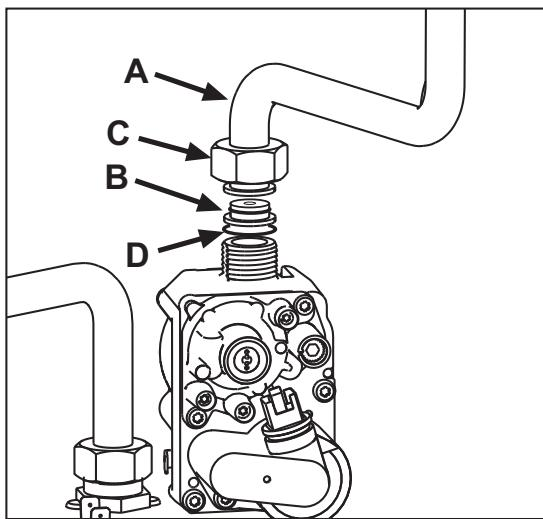

рис. 22
- Открутить колесико C и вынуть газовую трубу A из газового клапана (см. рис. 22).
- Заменить форсунку B, вставленную в газовую трубу, на форсунку, входящую в комплект для переоборудования на другой вид газа, вставив прокладку D (см. рис. 22).